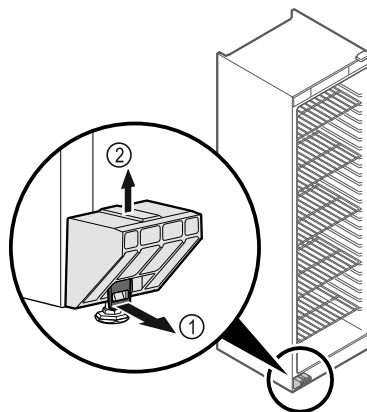

Fig. 4
- Húzza előrefelé a kötlemest Fig. 4 (1).
- A szállítási biztosítót Fig. 4 (2) felfelé húzza le.